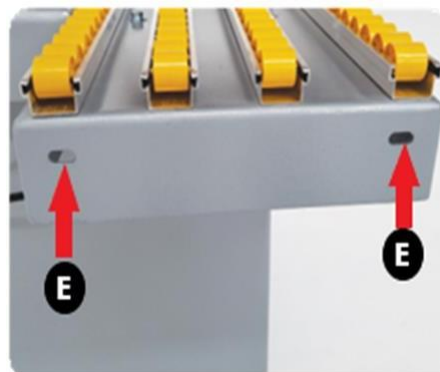

Figura 13 - Pontos de fixação
- Para uma melhor execução na montagem dos pés da mesa de extensão, recomenda-se efetuar a montagem conforme a ilustração a Figura 13;
- Após a montagem dos pés da mesa, verificar os pontos de entrada ou saída, conforme a Figura 13;
- Alinhar e nivelar a mesa de extensão com a mesa da máquina, através dos furos indicados na Figura 13;